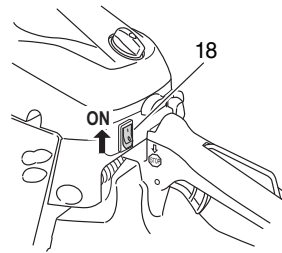

Fig. 13
1. Ajuste la llave de ignición (18) a la posición ON (encendido). (Fig. 13)